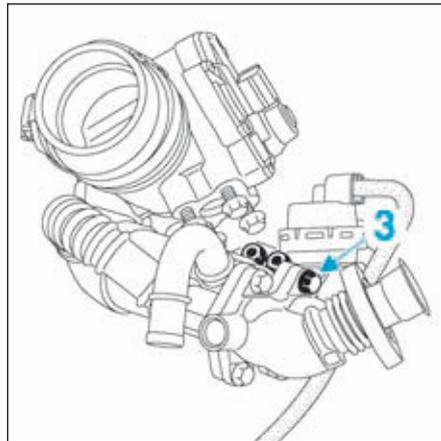

FIG.175
- Déposer les vis (2) du refroidisseur des gaz d'échappement.
- Déposer la vis (3) (Fig.175).